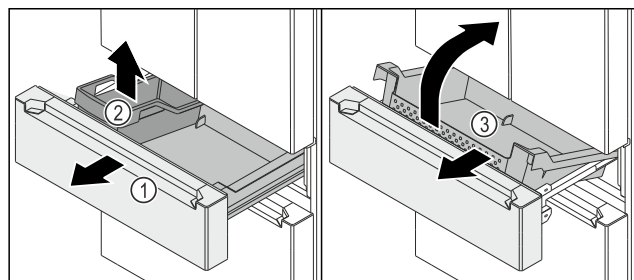

Fig. 151
- Sortir le chariot à glissière Fig. 151 (1) jusqu'en butée.
- Retirer la FlexBox Fig. 151 (2).
- Soulever l'avant du bac Fig. 151 (3).
- Retirer le bac Fig. 151 (3) par l'avant en l'inclinant.